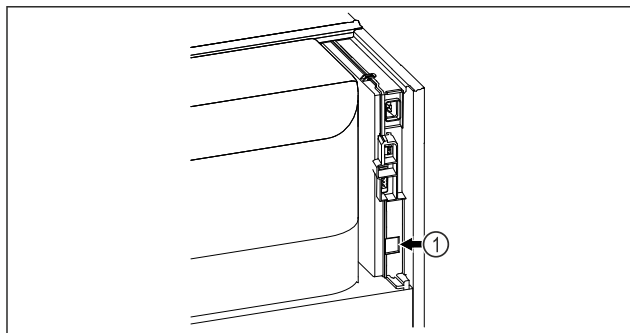

Fig. 134
- ☐ SmartModule Fig. 134 (1) è inserito.